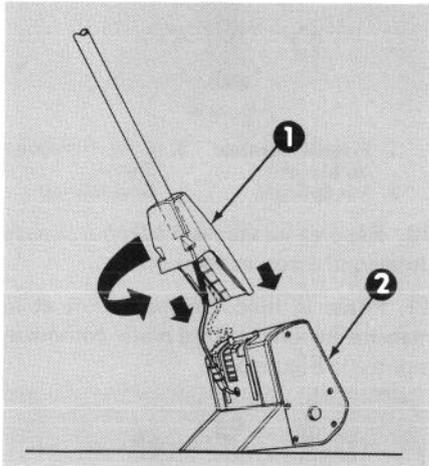

Figure 6
13. Placez le bloc d'alimentation comme le montre la Figure 6, pour pouvoir y introduire et y pousser l'assemblage du manche. Tournez maintenant le manche d'un tour et demi dans le sens des aiguilles d'une montre jusqu'à ce qu'il se trouve bien aligné avec le bloc d'alimentation.